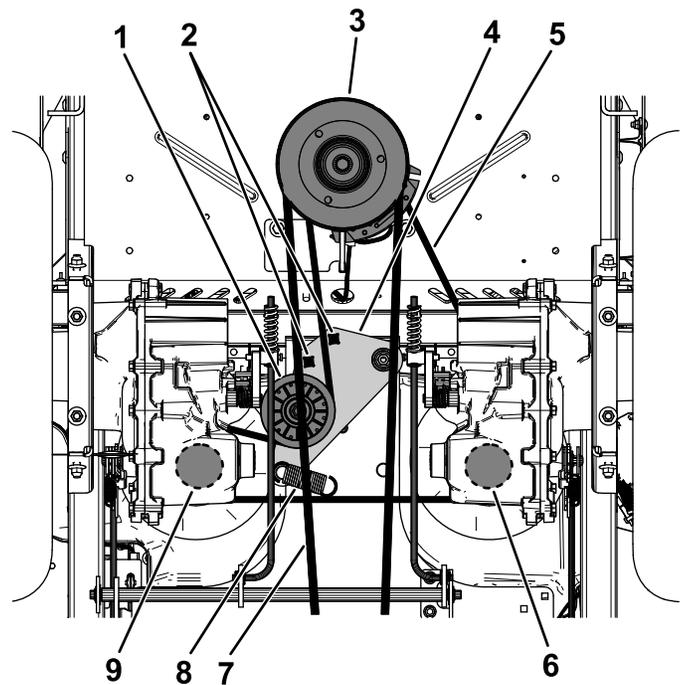

Figura 60
5. Folosii o cheie cu clichet de 1/2" sau o bară de foră în unul din orificiile pătrate ale braului rolei de ghidare pentru a elimina tensiunea arcului rolei de ghidare (Figura 60).
6. Îndepărtați cureaua existentă de pe fulia rolei de ghidare, de pe cele 2 fulii de acționare a pompei hidraulice și de la fulia motorului (Figura 60).
7. Montați cureaua nouă în jurul fuliei rolei de ghidare, fuliei motorului și în jurul celor 2 fulii ale pompei hidraulice (Figura 60).